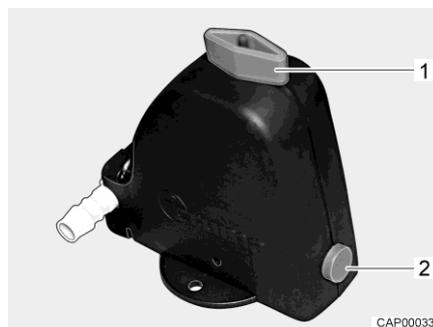
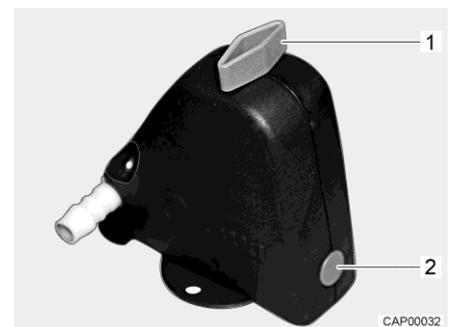

Fig. 121 Valve de sécurité et de vidange ouverte
Fig. 122 Valve de sécurité et de vidange fermée
- Fermer la valve de sécurité et de vidange. Tourner pour cela le bouton rotatif (Fig. 121,1) dans le sens transversal par rapport à la valve de sécurité et de vidange et enfoncer le bouton-poussoir (Fig. 121,2). La valve de sécurité et de vidange fermée est représentée à la Fig. 122. Lorsque la température descend en dessous de 6 °C, la valve de sécurité et de vidange ne peut pas être fermée.